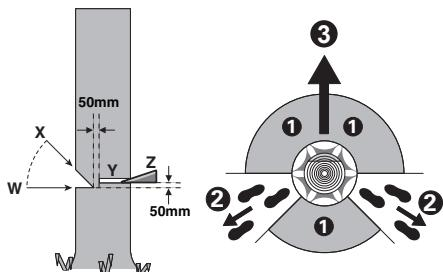

Figura 1
Faceți tăietura de doborâre (Y) cu cel puțin 50 mm mai sus decât tăietura orizontală de crestare prezentată în figura 1. Nu executați o tăietură de doborâre completă, ci doar atât de adâncă încât să mai rămâne o legătură (adaos pentru doborâre), care să acționeze ca o balama. Astfel veți împiedica răscucirea copacului și căderea acestuia în direcție greșită. Nu tăiați complet marginea rămasă. În momentul apropierei tăieturii de doborâre de margine, copacul ar trebui să înceapă să cadă. În cazul în care se pare acesta nu va cădea în direcția dorită sau se inclină înapoi iar lanțul de ferăstrău se blochează, intrerupeți tăierea și introduceți pene de lemn, material plastic sau aluminiu (Z) în linia de tăiere dorită, pentru deschiderea tăieturii și doborârea copacului (③).
Când copacul începe să cadă scoateți ferăstrăul din tăietură, opriți-l, puneti-l jos și părăsiti zona periculoasă folosind calea de retragere stabilită (②). Fiți atenți la crengile care cad și evitați să vă împiedicați. (Vezi Figura 1)